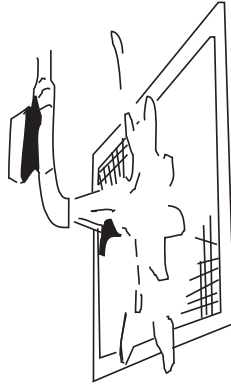

Рис. 2
- При промывании фильтра в воде держите его за грязной поверхностью вниз (рисунок 2).